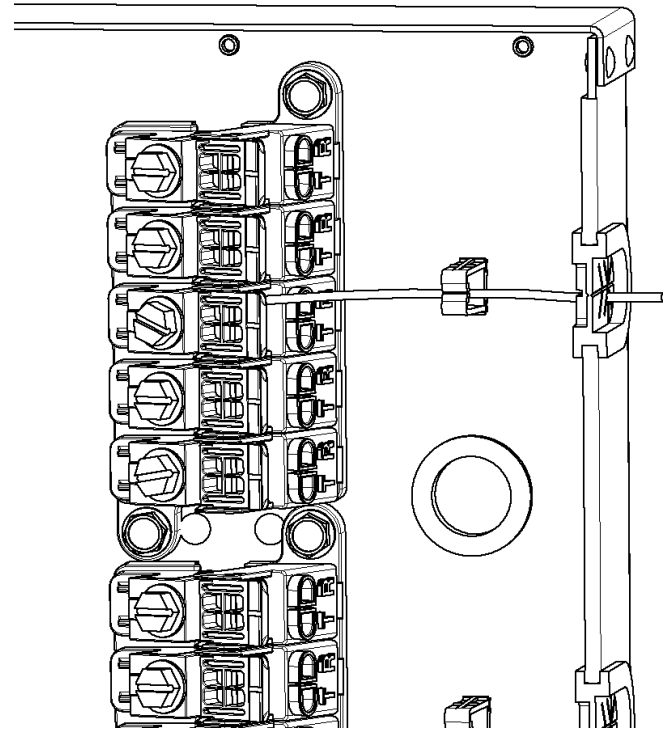

Figure 5
4. Une fois le fil dans la borne, l'insérer dans la pince et le passe-fil du boîtier (Figure 5).